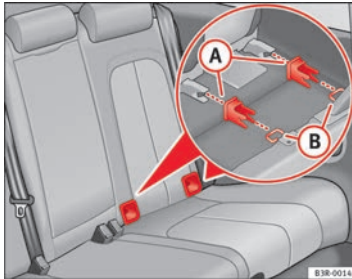

Abb. 32 Lage der ISOFIX-Verankerungen am äußeren Rücksitz
- Befestigen Sie die Plastikföhhrungen an den ISOFIX-Verankerungen des Fahrzeugs, die sich zwischen der Lehne und der Sitzfläche des Rücksitzes befinden ⇒ Abb. 32.